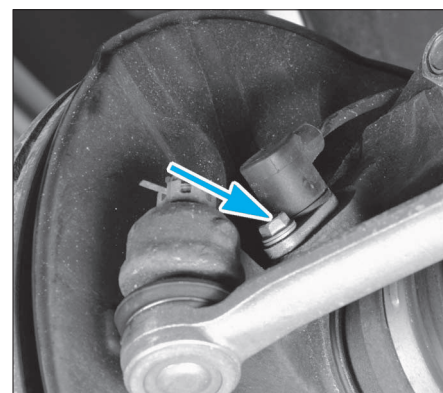

FIG. 13
- Débrancher et déposer le capteur de vitesse de roue sur le pivot (fig. 13).